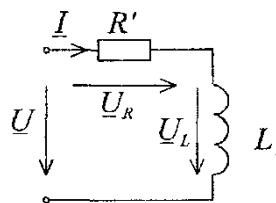
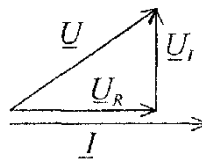

Рис. 1. Схема последовательного соединения R и L
Рис. 2. Векторная диаграмма
2. В последовательной цепи R, L (рис. 1) напряжение U_R совпадает по фазе с током, а напряжение U_L опережает его на 90° . Это показано на векторной диаграмме (рис. 2), из которой видно, что напряжения U_R и U_L складываются векторно $\underline{U} = \underline{U}_R + \underline{U}_L$, а действующее значение суммарного напряжения равно $U^2 = U_R^2 + U_L^2$.